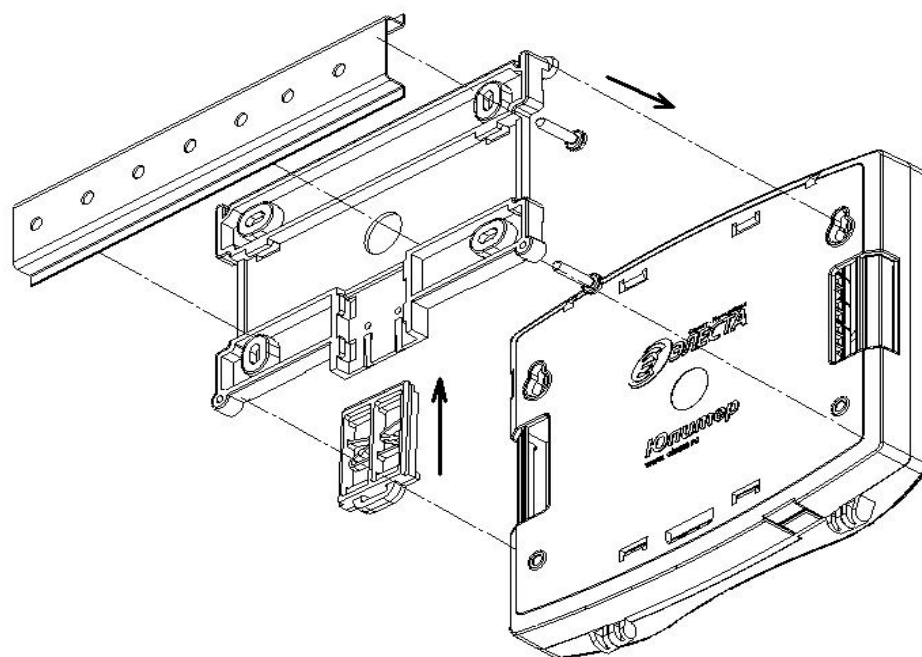

Рис.5.5. Вариант установки прибора через переходную планку на DIN-рейку (вид с задней крышки прибора)
- прибор закрепляется к переходной планке, которая устанавливается на DIN-рейку, с помощью пластиковой защелки (Рис. 5.5).